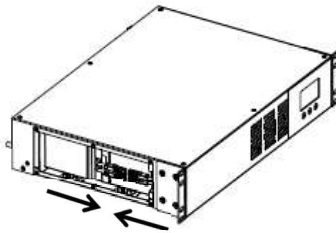

Figure 10
13. Vérifiez la polarité des connecteurs Anderson. Assemblez-les et appuyez sur les deux bouts jusqu'à ce qu'ils s'enclenchent. (FIG. 10)